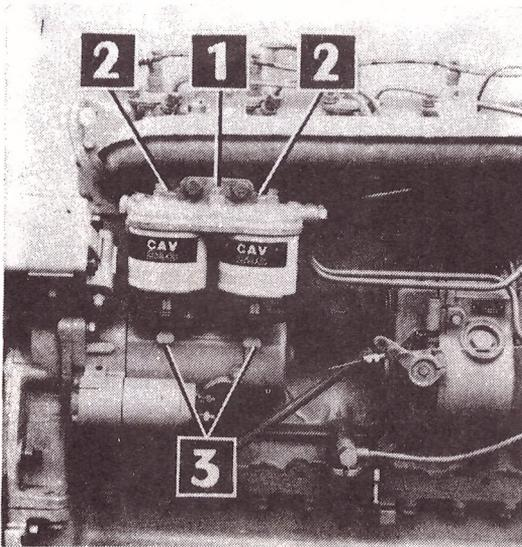

FIG. 34
- desserrer le bouchon de purge (1, fig.34) situé sur le couvercle des filtres à combustible ;
Pour changer les cartouches filtrantes, desserrer complètement la vis (2, fig.34) au centre de chaque élément du filtre, ôter la cartouche et la cuve en verre, vérifier l'état des joints et remonter le tout avec la cartouche neuve.
Vérifier journallement qu'il n'y a pas d'impuretés ou d'eau dans les cuves des filtres; dans l'affirmative, les vidanger en desserrant les bouchons (3, fig.34) situés sous chaque cuve.